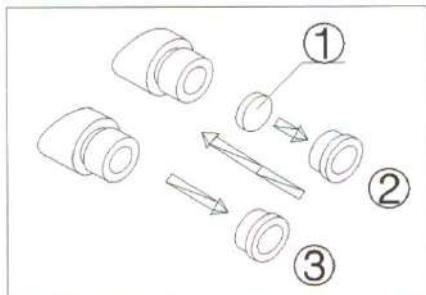

Рисунок 5
1. Снимите с окуляра прижимное кольцо (см. рисунок 5).
2. Очистите визирную сетку (1). Установите сетку стороной с риской вниз и поместите наружное кольцо, как показано на рисунке 5.
3. Плотно закрутите визирную сетку с наружным кольцом (2) в окуляр.
4. При необходимости разбора визирной сетки, выкрутите из окуляра наружное кольцо (3), вытащите визирную сетку и оберните её в чистую бумажную салфетку для хранения.